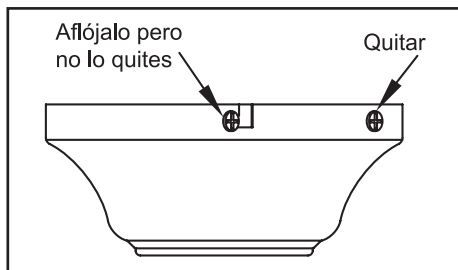

Figura 6
2. Retira la placa de montaje de la cubierta aflojando los cuatro tornillos de la parte superior de la misma. Quitá los dos tornillos sin ranura y afloja los tornillos ranurados. Esto te permitirá retirar la placa de montaje (Figura 6).